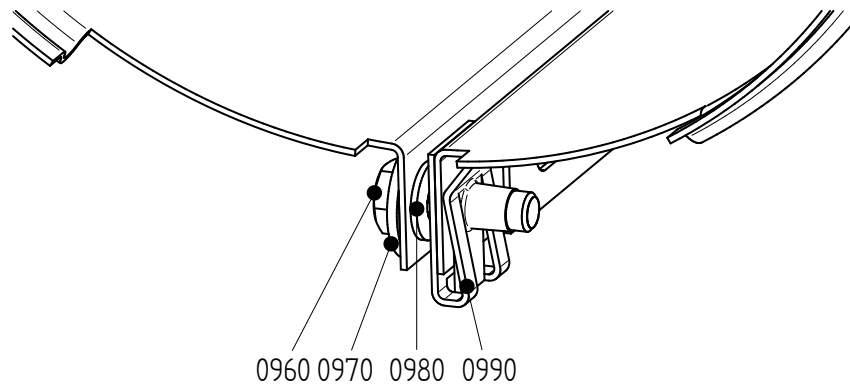

Figura 9: Montarea cămășii.
- 1 Slăbiți șuruburile (0960). A se vedea figura 9.
- 3 Închideți cămașa și prindeți șurubul (0960). A se vedea figura 9.
- 5 Închideți cămașa și prindeți șurubul (0960). A se vedea figura 9.